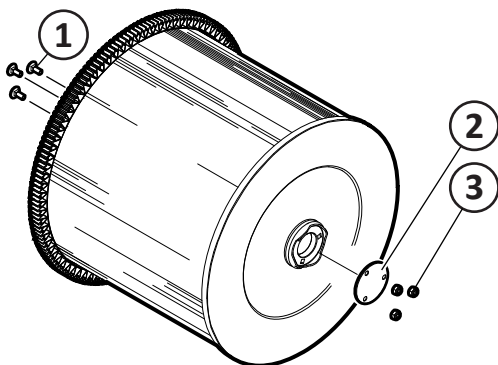
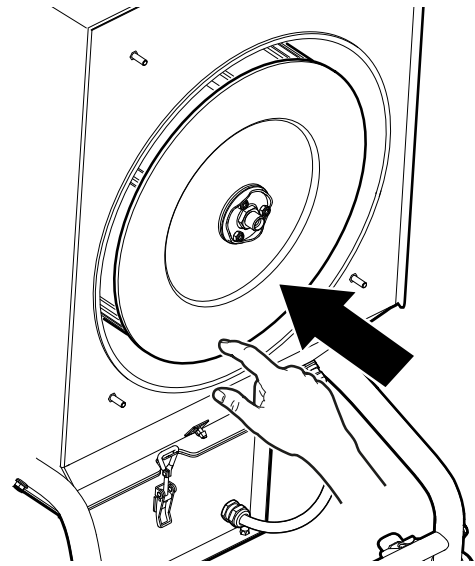

Fig. 23
Fig. 24
1. Montiere die Bolzen (1, Fig. 23) innerhalb der Filterpatrone.
2. Montiere die Abdeckplatte (2) und ziehe die Stoppmuttern (3) fest.
3. Führe die neue Filterpatrone vorsichtig horizontal ein bis der Zahnkranz am Ende der Bürste auf das Antriebsritzel sackt (Fig. 24).
4. Führe die neue Filterpatrone vorsichtig horizontal ein bis der Zahnkranz am Ende der Bürste auf das Antriebsritzel sackt (Fig. 24).